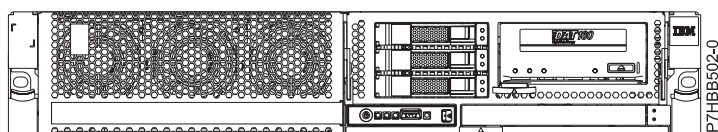

Figure 2. Fond de panier d'unité de disque avec bande magnétique
11. Retirez l'unité de stockage en appuyant puis en tirant sur le loquet (**A**) pour faire glisser l'unité de stockage hors du système. Voir la figure 2 ou 3 en fonction de la configuration de votre système. Pour plus d'informations sur le retrait des différents types d'unités de stockage, voir Retrait d'une unité de stockage SAS sur les modèles 31E/2B, 31E/1C, ou 31E/2C.